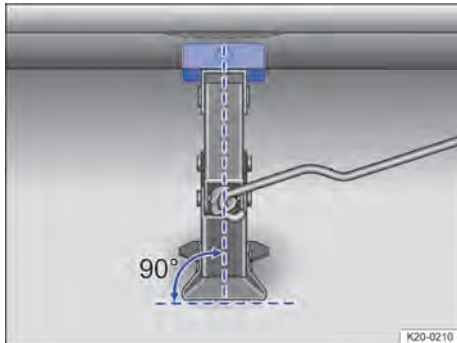
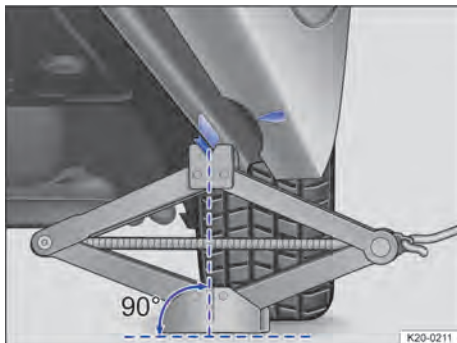

Abb. 223 Korrekte Ausrichtung des Wagenhebers.
Abb. 224 Korrekte Ausrichtung des Wagenhebers.
4. Sicherstellen, dass der Wagenheberfuß mit der ganzen Fläche sicher auf dem Boden steht und sich der Wagenheberfuß lotrecht genau unter dem Aufnahmepunkt befindet → Abb. 223 und → Abb. 224.
5. Wagenheber ausrichten und gleichzeitig die Wagenheberklaue weiter hochkurbeln, bis die Klaue den Wagenheberaufnahme unter dem Fahrzeug → Abb. 224 umfasst.
- Setzen Sie den Wagenheber nur an den beschriebenen Aufnahmepunkten an. Die Klaue des Wagenhebers muss den Steg des Unterholms sicher umfassen → Abb. 224.